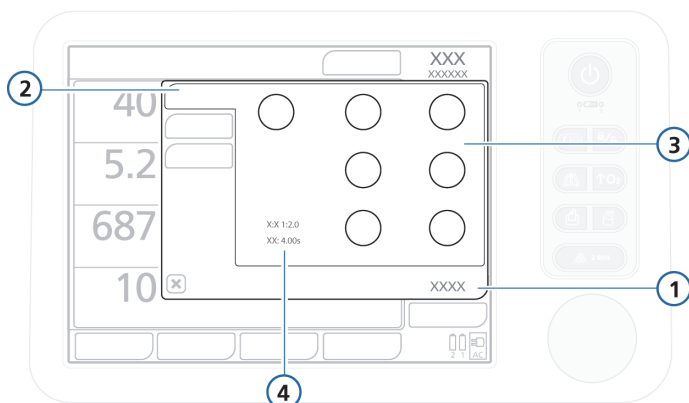

**Рисунок 5-5. Настройки на вкладке «Базовый»,
- Кроме контролируемых параметров, в окне «Базовый» отображаются временные характеристики дыхательного цикла, определяемые на основе контролируемых временных параметров (см. рис. 5-5).
1. Откройте окно «Управление» -> «Базовый» (рис. 5-5).
После перехода в другой режим автоматически открывается окно «**Базовый**», в котором отображаются название нового режима и настройки параметров (рис. 5-5). Просмотрите и подтвердите предлагаемые параметры. Без подтверждения переход в другой режим не будет выполнен.